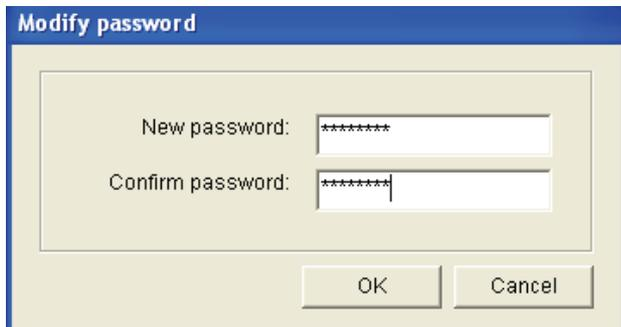

figura 8.22: Ventana Modify password
- 2 Escriba la contraseña actual y a continuación haga clic en OK. La contraseña predeterminada es 12345678. Aparecerá la siguiente ventana (véase figura 8.22).